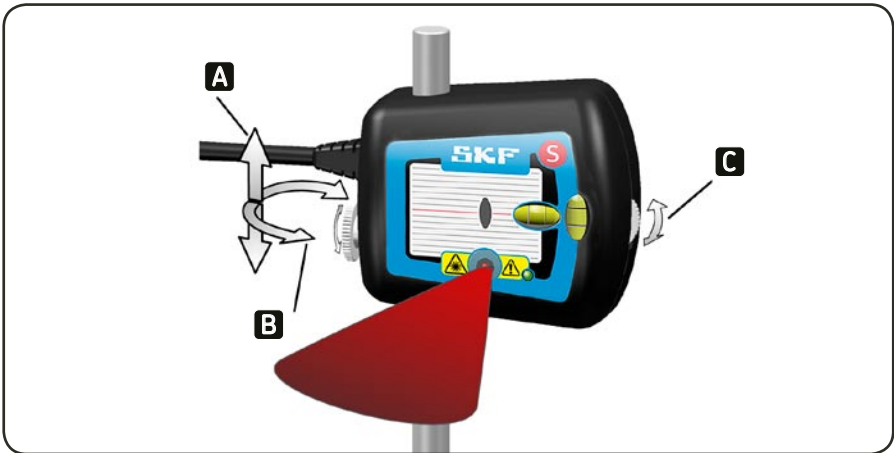

Fig. 10. Justeringsmekanism
- c) För grovinställning lossas mätenheten med festsättningsvredet på enhetens sida (fig. 10). På så sätt kan mätenheten skjutas upp och ner på stängeln och samtidigt vridas fritt. För fininställning i höjded led används de infällda justeringsvreden på mätenheterna.